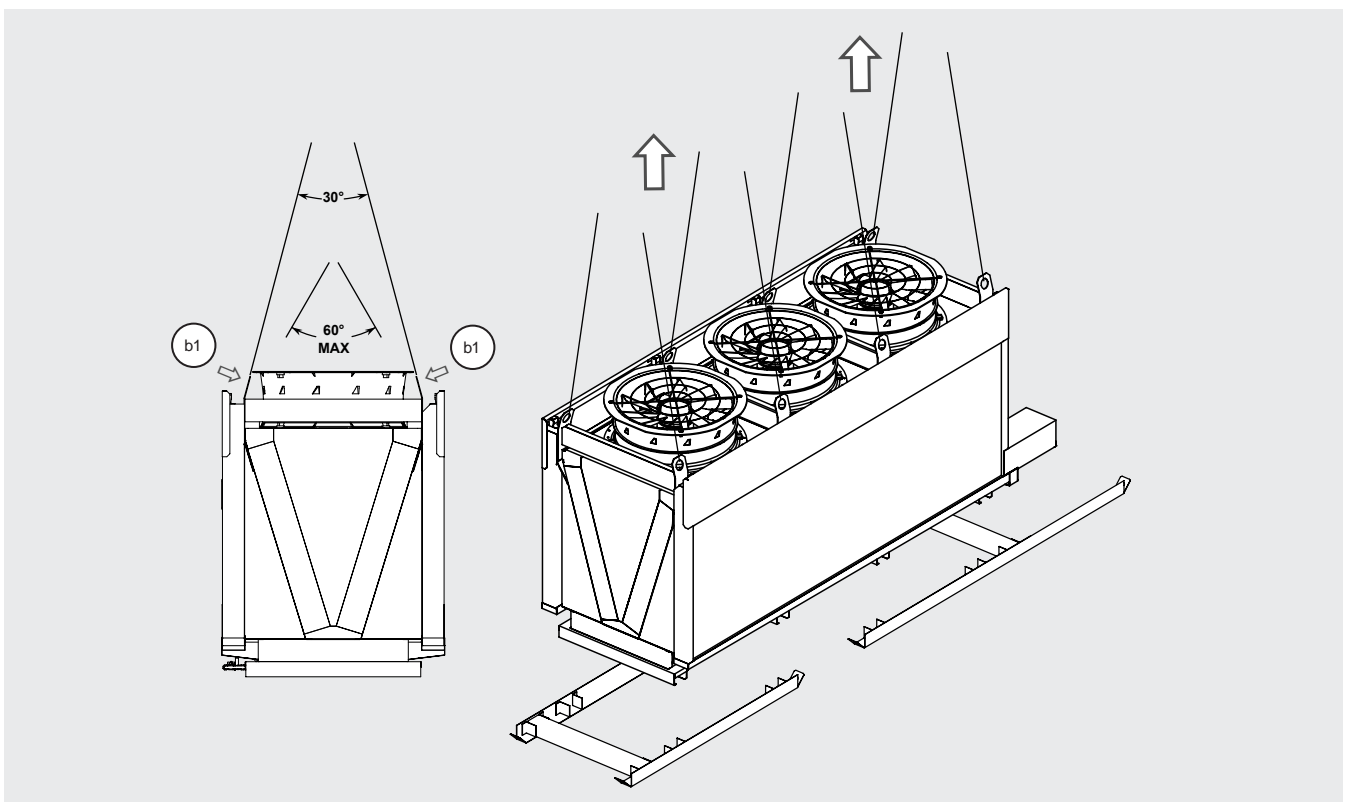

Figura 8
- 5.12 Fije la grúa a los puntos de elevación (b1), levante el modelo y colóquelo en su ubicación definitiva. Utilice todos los puntos de elevación. ver la Figura 8.